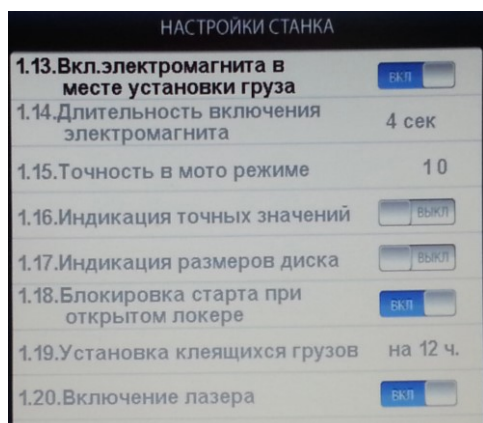

Рис.17.4.
17.11. Вторая страница настроек (рис.17.4).